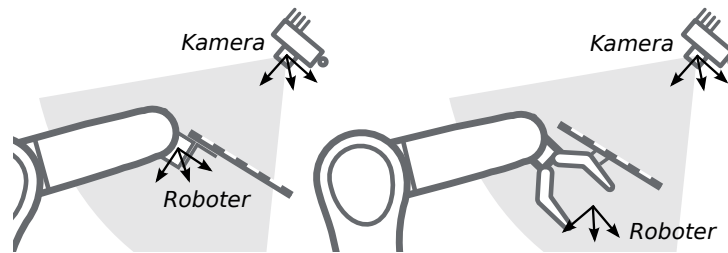

Abb. 6.17: Alternative Montageoptionen für die Befestigung des Kalibrieramusters am Roboter
6.16 und Abb. 6.17 angegeben, angebracht werden.
**Bemerkung:** Für das Modul zur Hand-Auge-Kalibrierung spielt es keine Rolle, wie das Kalibriermuster in Bezug auf das benutzerdefinierte *Roboter*-Koordinatensystem genau angebracht und positioniert wird. Das bedeutet, dass die relative Positionierung des Kalibriermoduls zu diesem Koordinatensystem weder bekannt sein muss, noch für die Kalibrieroutine relevant ist (siehe in Abb. 6.17).